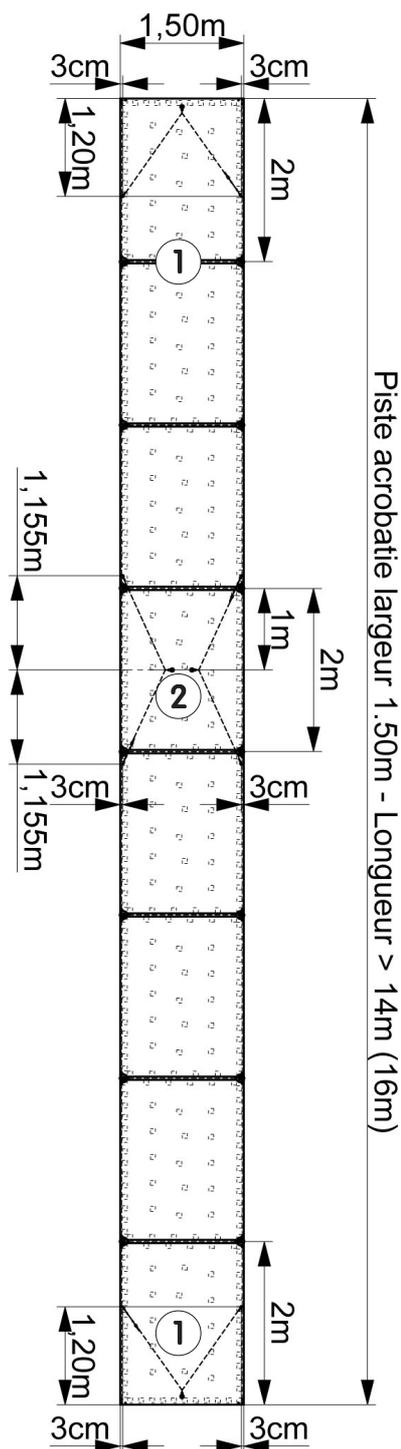

Figure 13
- Une fois le plancher mis en place (en fonction de la configuration souhaitée et/ou existante de la salle), dégager les plaques d'extrémité (1), ainsi qu'une plaque de milieu (2) de la piste.
- Se reporter aux opérations réalisées au "§ I. 1" pour les plaques d'extrémité (1).
- Puis renouveler les opérations au centre de la plaque de milieu de piste (2) (voir Fig. 13 et 13bis ou Fig. 14 et 14bis).